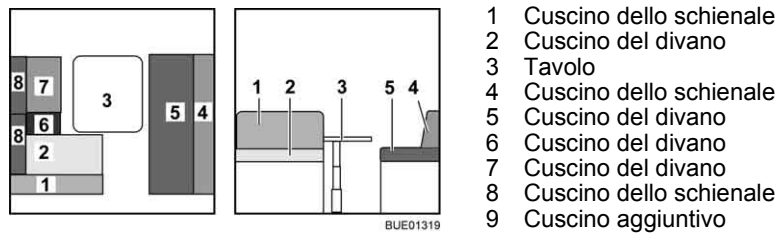

Fig. 139 Prima della trasformazione
- Trasformare il tavolo (Fig. 139,3) in struttura di supporto letto (vedi paragrafo 6.10).
- Rimuovere i cuscini dello schienale (Fig. 139,1 e 8) e riporli.